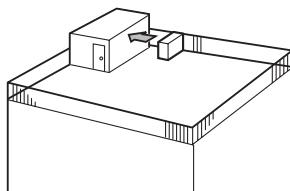

Fig. 2-3
- Hava çıkışını, en yakındaki duvara doğru, duvardan yaklaşık 50 cm uzaklıkta olacak şekilde yerleştirin. (Fig. 2-3)